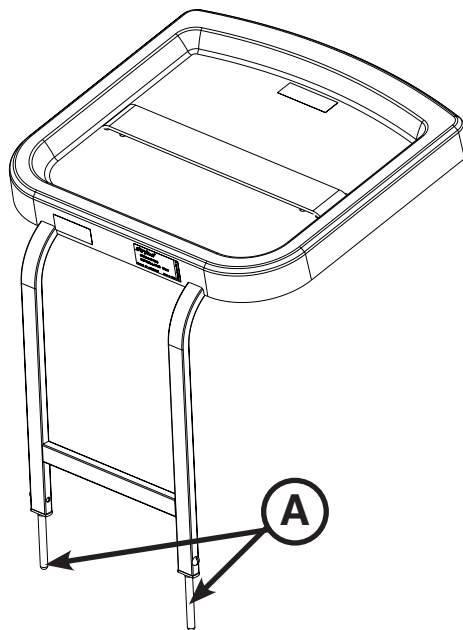

Figura 9.1: Tabuleiro do desfibrilhador
Para instalar o tabuleiro do desfibrilhador, insira os pinos (A) do tabuleiro do desfibrilhador nas cavidades da placa para pés da maca, na extremidade do lado dos pés, conforme se mostra na figura 9.1. Utilize a correia para fixar o equipamento ao tabuleiro.